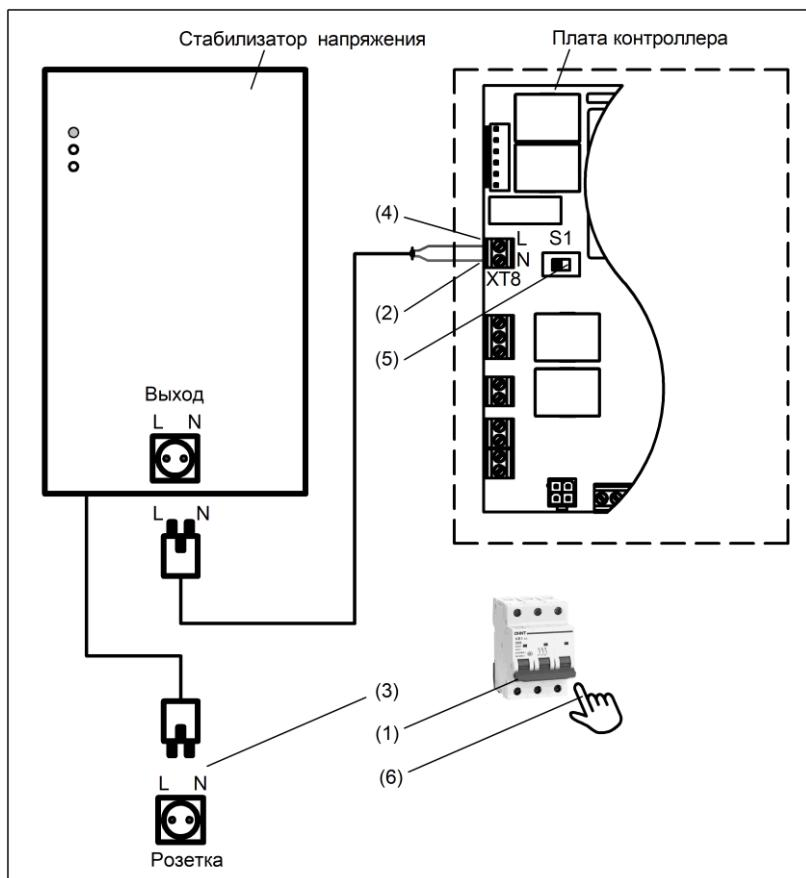

Рисунок 28. Схема подключения стабилизатора напряжения
- (1) Отключить общий автоматический выключатель.
- (2) Смонтировать переключатель фаз согласно рис. 28.
- (3) Подключить стабилизатор к сети.
- (4) Включить автоматический выключатель.
- (5) Убедиться в наличии фазы на верхнем контакте колодки **ХТ8** платы контроллера.
- (6) Перевести переключатель **S1** из правого положения в левое положение.